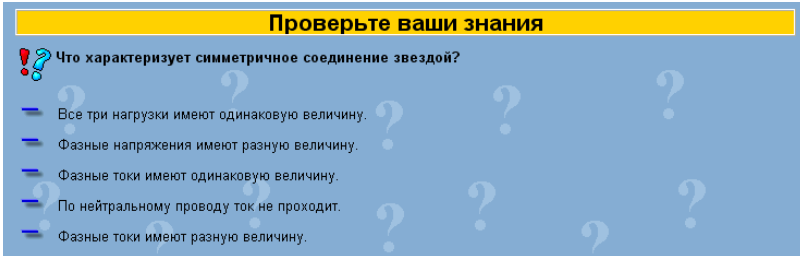

Рис. 15. Вопрос по практической работе
17. При подготовке вывода по практической работе ответить на вопрос, отметив правильный ответ (ответы) (рис. 15).